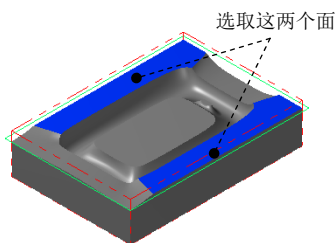

图 23.15 选取干涉面
(3) 单击 **检测** 区域中的 ☐ 按钮，选取图 23.15 所示的面为干涉面，然后按 Enter 键。
(4) 单击 ☒ 按钮，完成加工区域的设置，此时系统弹出“曲面残料粗加工”对话框。